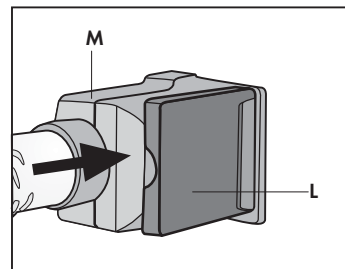

Fig. 22
- Klappe der Zubehörbuchse (L) an den Körper des Schnellanschlusses drücken und sicherstellen, dass beide Teile einrasten. (Abb. 22)